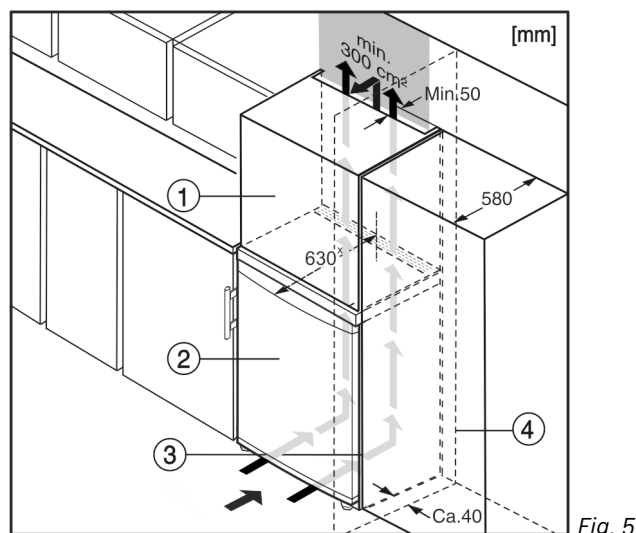

Fig. 5
- (1) Aufsatzschrank (2) Gerät (3) Küchenschrank (4) Wand
Das Gerät kann mit Küchenschränken umbaut werden. Um das Gerät Fig. 5 (2) der Küchenzeilenhöhe anzugleichen, kann über dem Gerät ein Aufsatzschrank Fig. 5 (1) angebracht werden.
Beim Umbau mit Küchenschränken (Tiefe max. 580 mm) kann das Gerät direkt neben dem Küchenschrank Fig. 5 (3) aufgestellt werden. Das Gerät steht seitlich 34 mm * und in der Gerätemitte 50 mm * gegenüber der Küchenschrankfront vor.
Wenn das Gerät mit den Scharnieren neben einer Wand Fig. 5 (4) aufgestellt wird, muss der Abstand zwischen Gerät und Wand mindestens 40 mm betragen. Dies entspricht dem Griffüberstand bei geöffneter Tür.